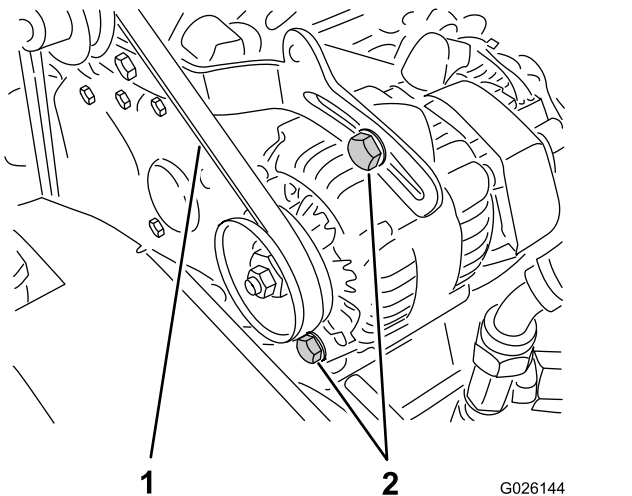

Bild 67
2. Prüfen Sie die Spannung, indem Sie eine Kraft von 10 kg in der Mitte zwischen der Lichtmaschine und den Kurbelwellenscheiben ansetzen (Bild 67).
- A. Lockern Sie die zwei Befestigungsschrauben der Lichtmaschine (Bild 67).
- B. Drehen Sie die Lichtmaschine mit einer Stange, bis die richtige Riemenspannung erzielt ist. Ziehen Sie die Befestigungsschrauben dann fest (Bild 67).